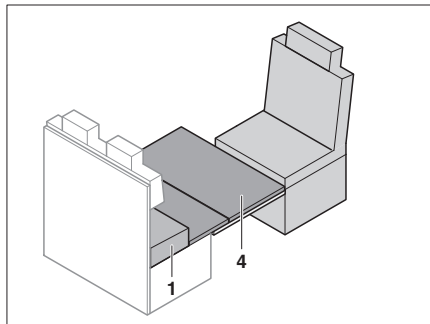

Bild 185 Lägg på underlägget för extrasängen
- Lägg underlägget för extrasängen (Bild 185,4) på bordet. Lägg då den främre kanten för underlägget för extrasängen direkt på förarstolen.